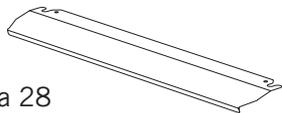

Figura 28
1. Il pannello di sicurezza è concepito per proteggere il pannello di controllo e i pulsanti quando il forno è in modalità Grill. (Figura 28)